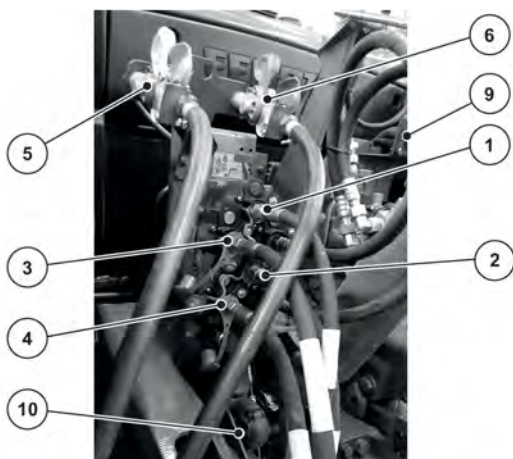

Abb. 26: Anschlussreihenfolge der Maschinenleitungen am Traktor
Siehe *Abb. 26*
- ▶ Beachten Sie die Anschlussreihenfolge: Siehe *Abb. 26 Anschlussreihenfolge der Maschinenleitungen am Traktor*